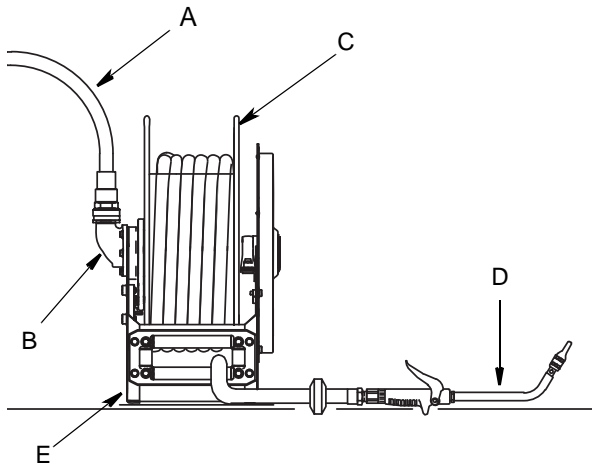
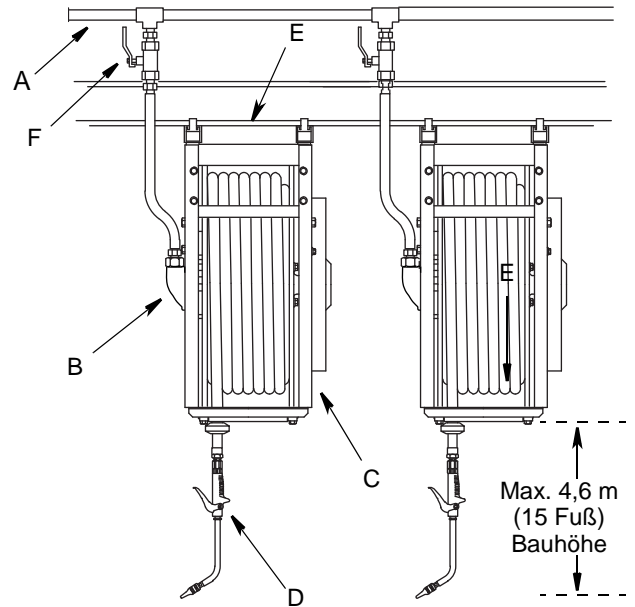

ABB. 3
ABB. 4
- XD40 - 15 Fuß (4,6 Meter) (siehe ABB. 4, Seite 11)
Die in ABB. 3 und ABB. 4 dargestellten Konfigurationen dienen lediglich zur Orientierung. Kontaktieren Sie Ihren Graco-Händler zwecks Unterstützung bei der Planung eines Systems, das Ihren Anforderungen gerecht wird.